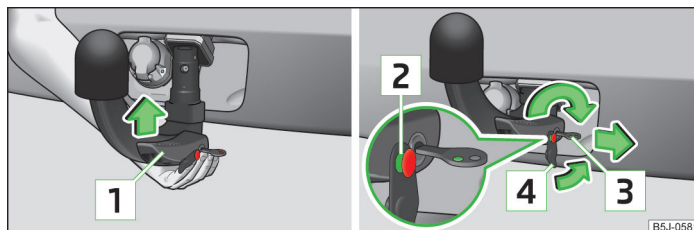

Fig. 103 Introducerea tijei cuplei / încuierea și așezarea capacului încuietorii
- Prindeți tija cuplei **de jos** » fig. 103 și introduceți-o în locașul de fixare până când se fixează cu zgomot » !.
Maneta **1** » fig. 103 se rotește **automat** în sus, iar bolțul de desfacere **2** iese în exterior (atât partea lui roșie, cât și cea verde sunt vizibile) » !.
- Introduceți capacul **4** » fig. 103 pe încuietoare, în sensul săgeții » !.